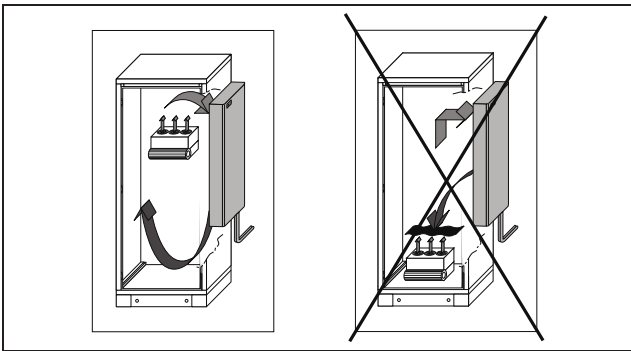

Fig. 3: No orientar nunca el caudal de aire frío hacia componentes activos
- El intercambiador de calor aire/agua debe instalarse en el armario y utilizarse exclusivamente conforme a la imagen 3 (en vertical, acometidas de agua hacia abajo).
- Ponga atención también en el flujo de aire producido por los sopladores propios de los componentes electrónicos (imagen 3).